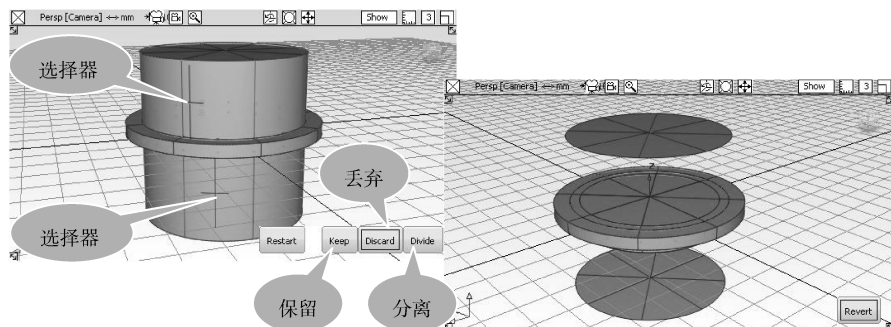

图 5-64 剪切曲面
- 08 在【Palette】（工具箱）的【Surface Edit】工具标签中，选择【Trim】工具。在透视图单击选择最高的圆柱体侧面。然后单击选择侧面的上下部分，然后单击视窗右下方的【Discard】按钮，剪去曲面，如图 5-64 所示。